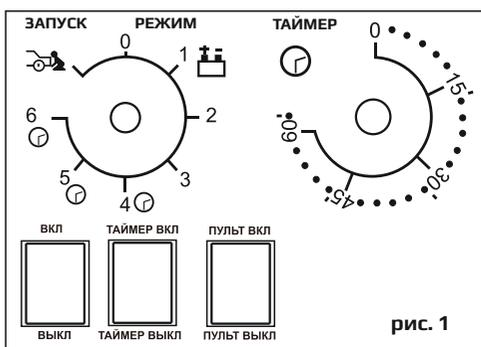

рис. 1
4. Установите нужный режим работы (см. рис. 1). Руководствуйтесь правилом: чем больше у вас в распоряжении времени, тем меньшую силу тока выставляйте.